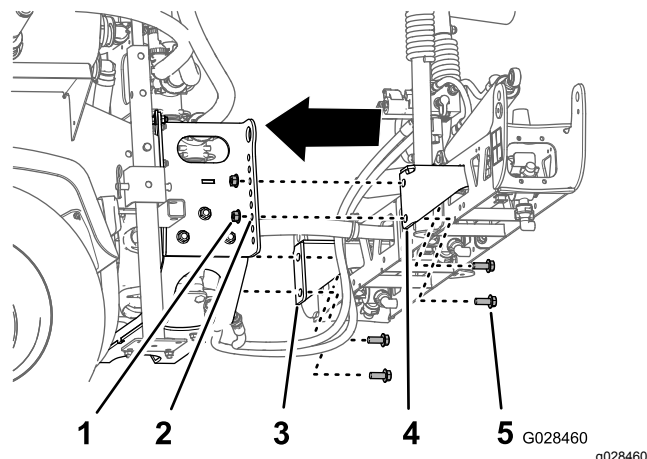

Bild 29
2. Flüchten Sie das untere Loch in der Befestigungshalterung für den Abschnitt des mittleren Auslegers mit dem dritten Loch von unten in den Auslegerstützen am Gestellrahmen des Sprühfahrzeugs aus, wie in **Bild 29** abgebildet.